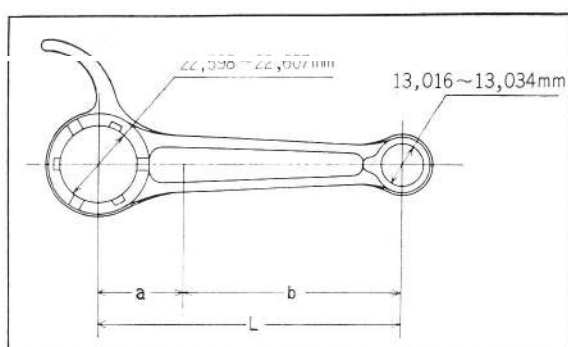

Figure 2-48: dimensions de la bielle
5. Pied de bielle (figure 2-48)